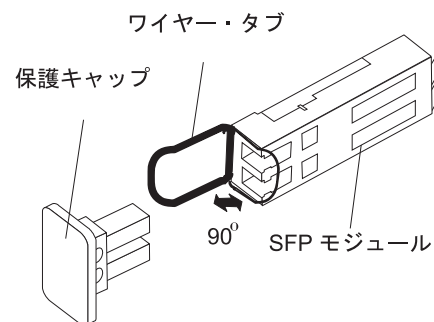

図 27. SFP モジュールおよび保護キャップ
2. 図 27 に示されているように、SFP モジュールから保護キャップを取り外します。将来の利用に備えて、保護キャップを保管しておきます。
2. 必要があれば、63 ページの図 27 に示されているように、SFP モジュールから保護キャップを取り外します。将来の利用に備えて、保護キャップを保管しておきます。